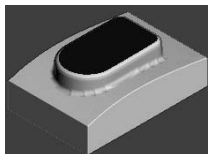

图 3-46 仿真加工结果
2) 在“仿真”工具栏的“当前刀具路径”下拉列表中选择要模拟的刀具路径 finish2, 然后单击“执行”按钮, 系统开始自动仿真加工，仿真加工结果如图 3-46 所示。